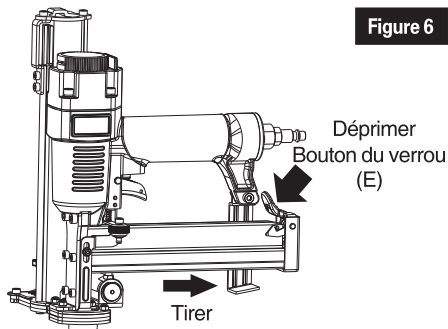

Figure 6
2. Appuyez sur le Bouton du verrou (E) pour obtenir le Magasin interne (F) libéré. puis tirez vers l'arrière le Magasin interne (F) à la fin. (Voir figure 6 & 7.)